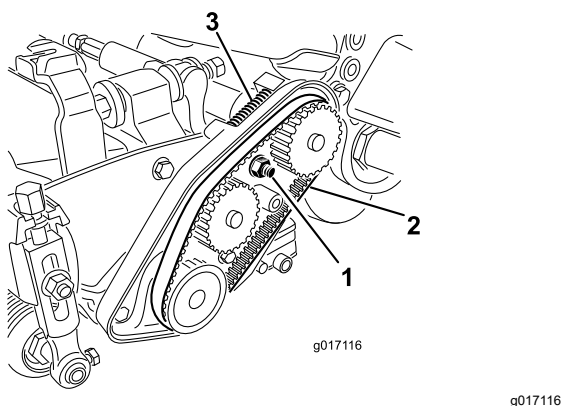

Figure 41
- A. Desserrez l'écrou de fixation du logement de roulement (Figure 41).
- C. Enlevez les débris présents dans le compartiment de la courroie et autour du ressort de compression (Figure 41).